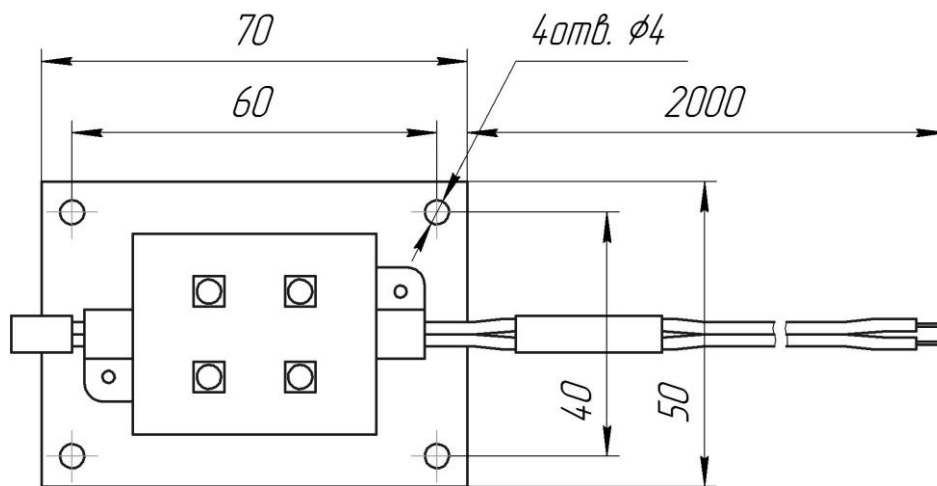
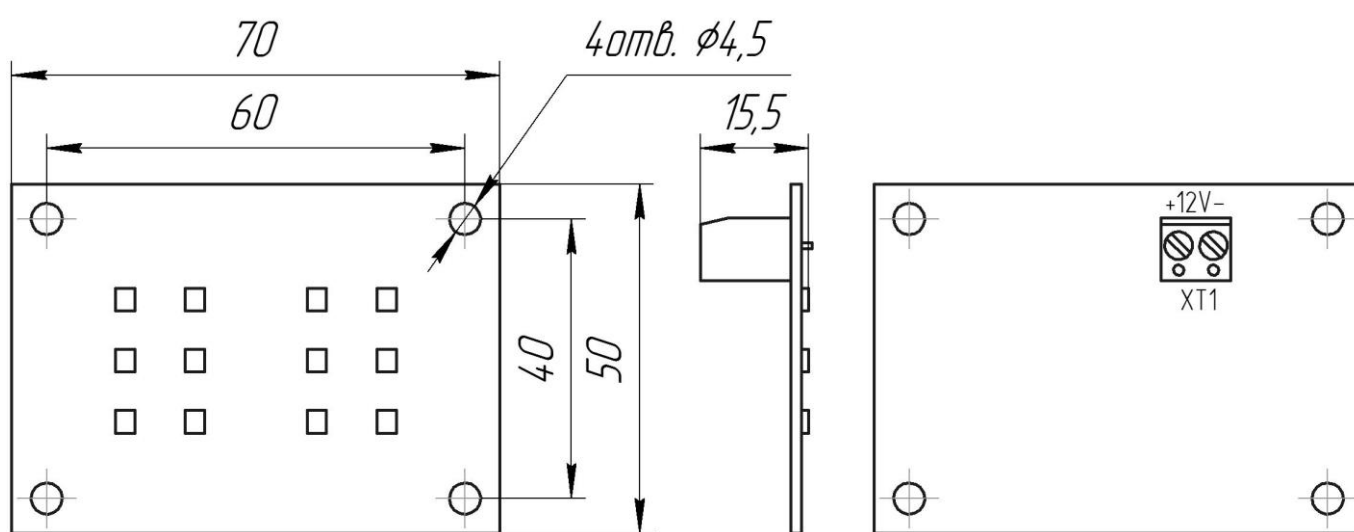

Рис.3. Светодиодный модуль-02 НШЕК.676731.002.
Рис.4. Светодиодный модуль-03 НШЕК.676731.003.
4.5.2 **Светодиодный модуль-02 НШЕК.676731.002** (рис.3) и **Светодиодный модуль-03 НШЕК.676731.003** (рис.4) устанавливаются в приказную панель (см. п. 4.5.4).